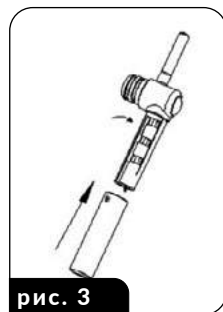

рис. 3
1. Размещайте маленькие чашки на выдвигаемой подставке (6) после ее выдвижения.
2. Два больших отверстия в подставке (6) и решетке (9) расположены непосредственно под отверстиями выхода кофе из колбы, и они указывают, как правильно размещать две небольшие чашки.
3. Размещайте большую чашку непосредственно на решетке поддона для капель (9) – в таком случае подставка (6) должна располагаться внутри устройства.
ВНИМАНИЕ! Во время заваривания кофе КАПУЧИНО и ЛАТТЕ убедитесь, что вы отрегулировали сопло вспенивающей трубки (22). Можно также отрегулировать длину сопла трубки, подающей вспененное молоко, чтобы, блокируя ее на разных уровнях установки длины, подогнать к разным размерам чашек (рис.3).